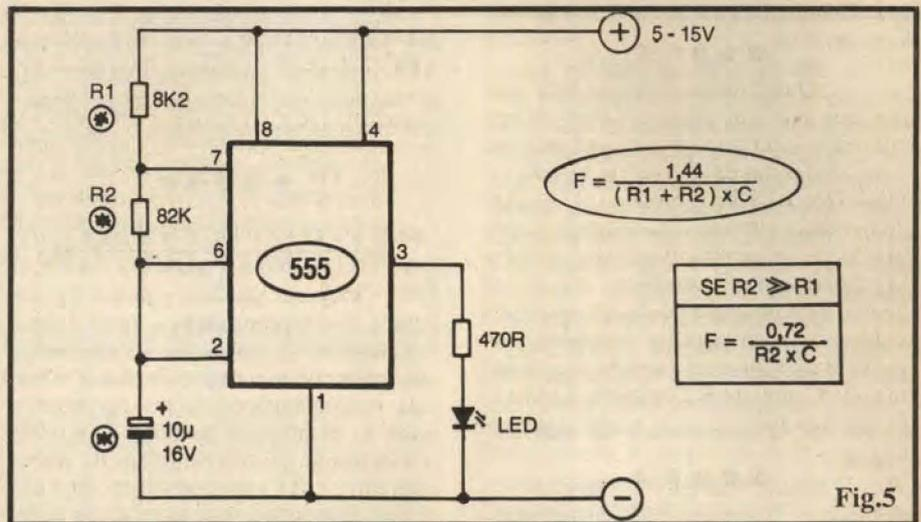

Fig.5
- FIG. 5 - SEGUNDO CIRCUITO EXEMPLO: UM ASTÁVEL COM 555 - O diagrama mostra a estrutura básica de um circuito ASTÁVEL centrado no 555, ou seja: um oscilador, gerando na sua Saffa (pino 3) uma "onda quadrada", sequência de pulsos bem nítida, cada um deles "indo" desde um Potencial correspondente à linha do **negativo** da alimentação, até uma Tensão praticamente correspondente à do **positivo** da dita alimentação (e com razoável simetria, ou seja: *durações* dos Tempos "alto" e "baixo" bastante semelhantes...). Como no circuito/exemplo a Frequência fundamental é bem baixa, optamos ainda pelo "velho" LED como indicador, como "tradutor" visual dos pulsos gerados, com